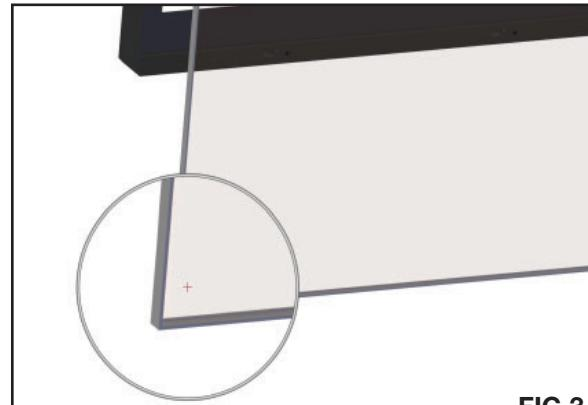

FIG.3
- Centrez et appliquez le joint d'étanchéité sur le bord de la vitre. Assurez-vous que le joint d'étanchéité forme une boucle continue autour du périmètre de la vitre de remplacement. **(FIG.3)**